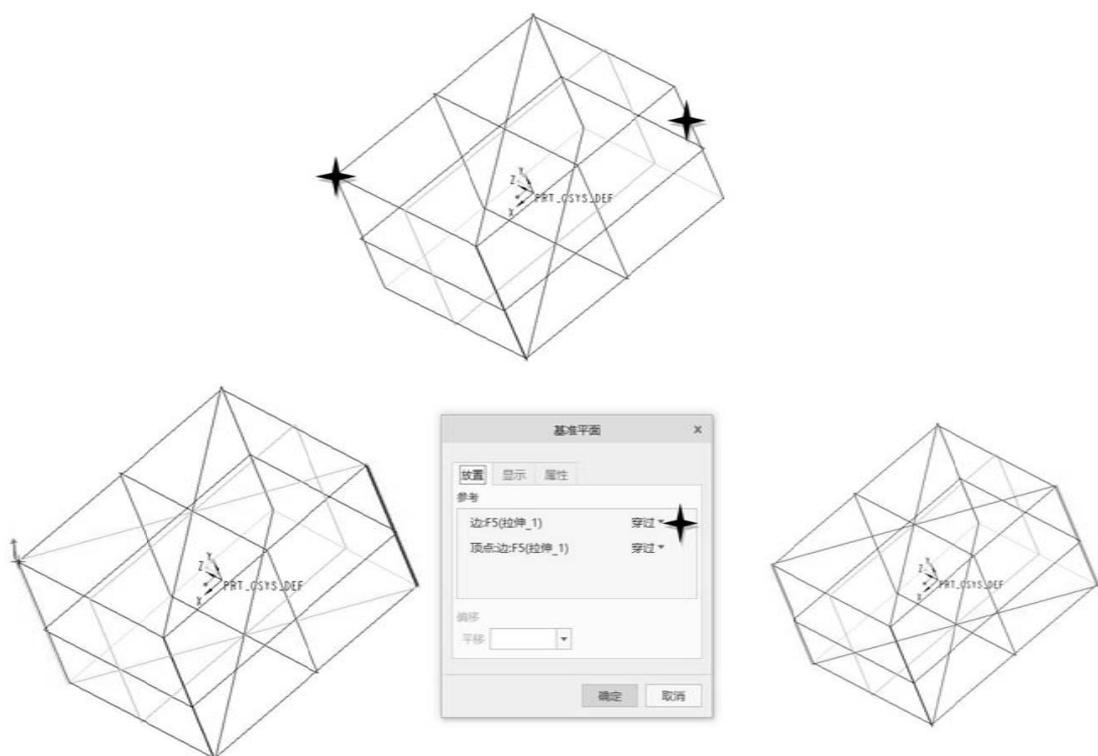

图 3-7
(2) 通过直线和直线外一点创建平面，具体创建方法见图 3-7。
① 打开如图 3-4 所示，选择放置，按住 Ctrl 键（不松开），用鼠标单击边和点，会形成新的平面，如图 3-7 所示。
② 完成后单击图 3-7 中的“确定”按钮即可。